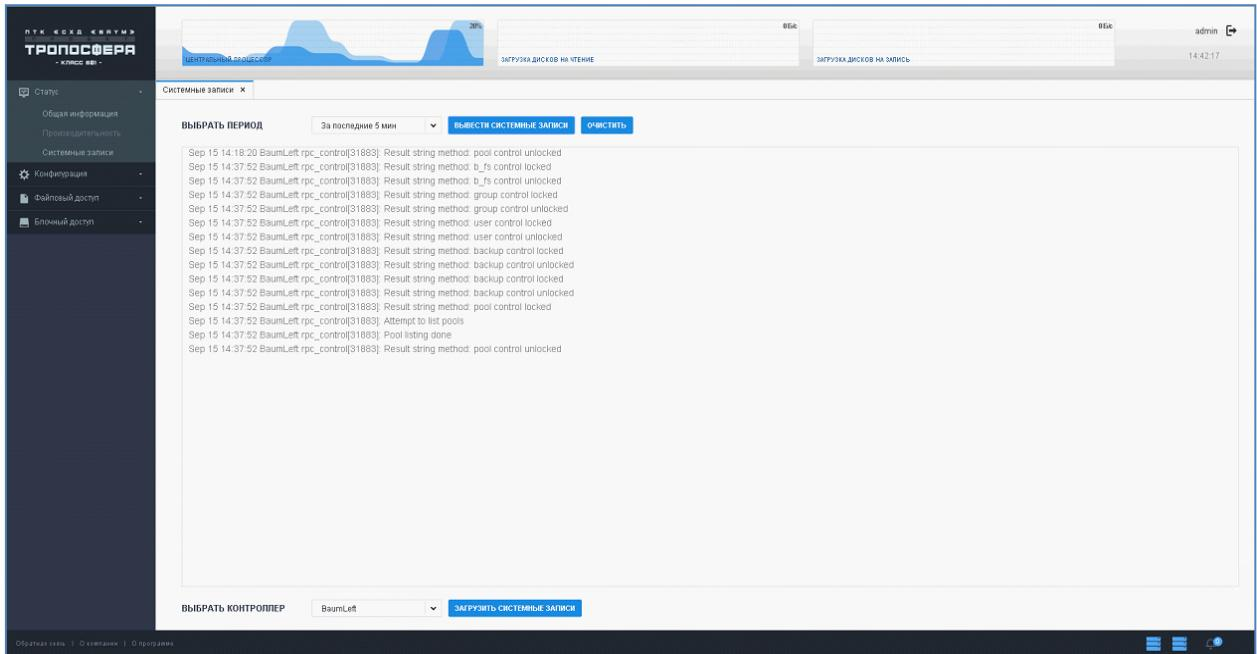

Рисунок 82 - Системные записи
- 3) Нажать на кнопку «Загрузить системные записи» (см. Рисунок 82).